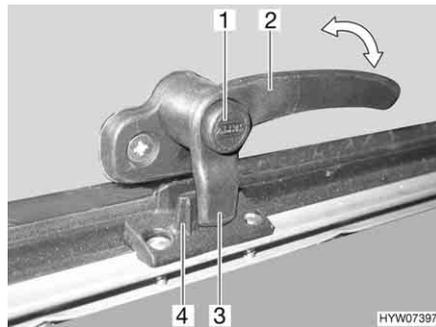
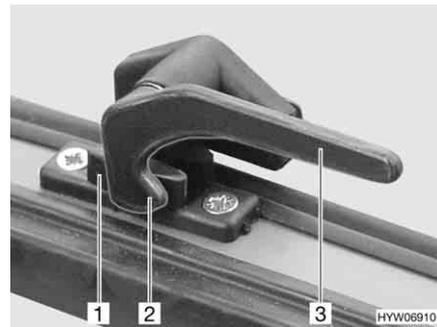

Fig. 62 Palanca de bloqueo con botón de seguridad en la posición de "cerrado"
Fig. 63 Palanca de bloqueo en la posición de "cerrado"
- Si existe, pulsar el botón de seguridad (Fig. 62,1) y mantenerlo pulsado.
- Girar la palanca de bloqueo (Fig. 62,2 ó Fig. 63,3) un cuarto de vuelta hacia la mitad de la ventana.
- Girar la palanca de bloqueo (Fig. 62,2 ó Fig. 63,3) un cuarto de vuelta hacia el marco de la ventana. El saliente de bloqueo (Fig. 62,3 ó Fig. 63,2) de la palanca de bloqueo se encuentra en la cara interior del bloqueo de la ventana (Fig. 62,4 ó Fig. 63,1).
- En la posición "cerrada fijamente" (Fig. 62 y Fig. 63)